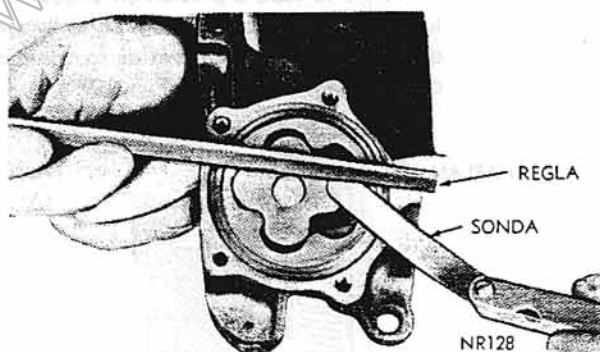

Fig. 7 - Medición de la Tolerancia sobre los Rotores
6. Arme ambos rotores en el cuerpo de la bomba y colóquese una regla a través de la cara, entre los agujeros de los bulones de fijación (Fig. 7).